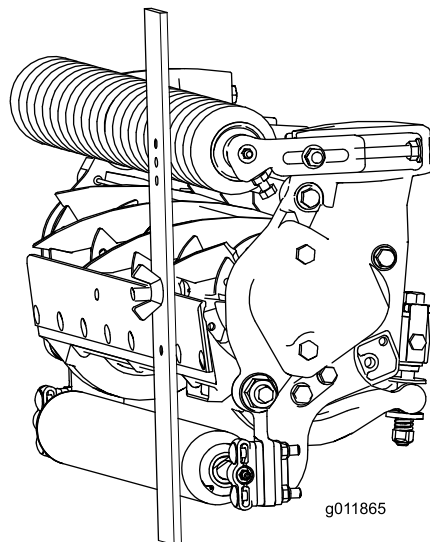

図 16
3. ボルトの頭を下刃の刃先に引っ掛け、バーの後端を後部ローラーに載せたままにする 図 16。
4. フロントローラーがゲージバーに接触するまで調整ボルトを回す 図 16。ローラ全体が下刃と平行になるように、ローラの両側を均等に調節する。